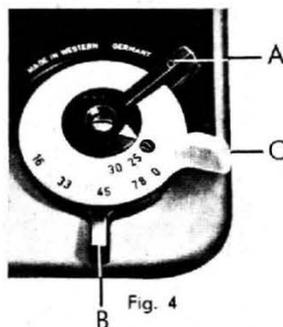

Fig. 4
— Mettre le levier A du commutateur combiné en position « automatique » (17) (Fig. 4).
— Sélectionner la vitesse au moyen du levier B (Fig. 4).
— Mise en marche : attirer le levier C jusqu'au point de résistance, puis le relâcher (Fig. 4).